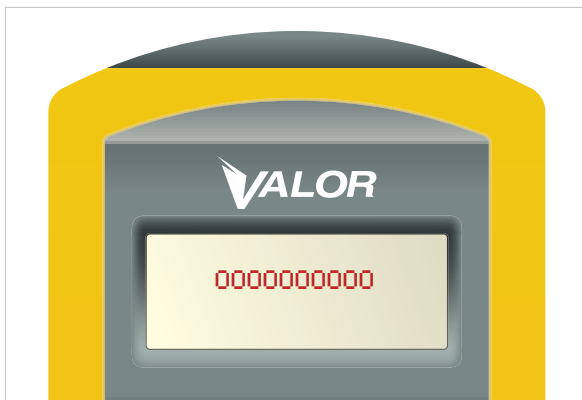

Figure 10
3. L'appareil affiche une série de zéros pendant qu'il recherche le capteur. Une fois le capteur trouvé, le SmarTool émet un bip. (Figure 10)